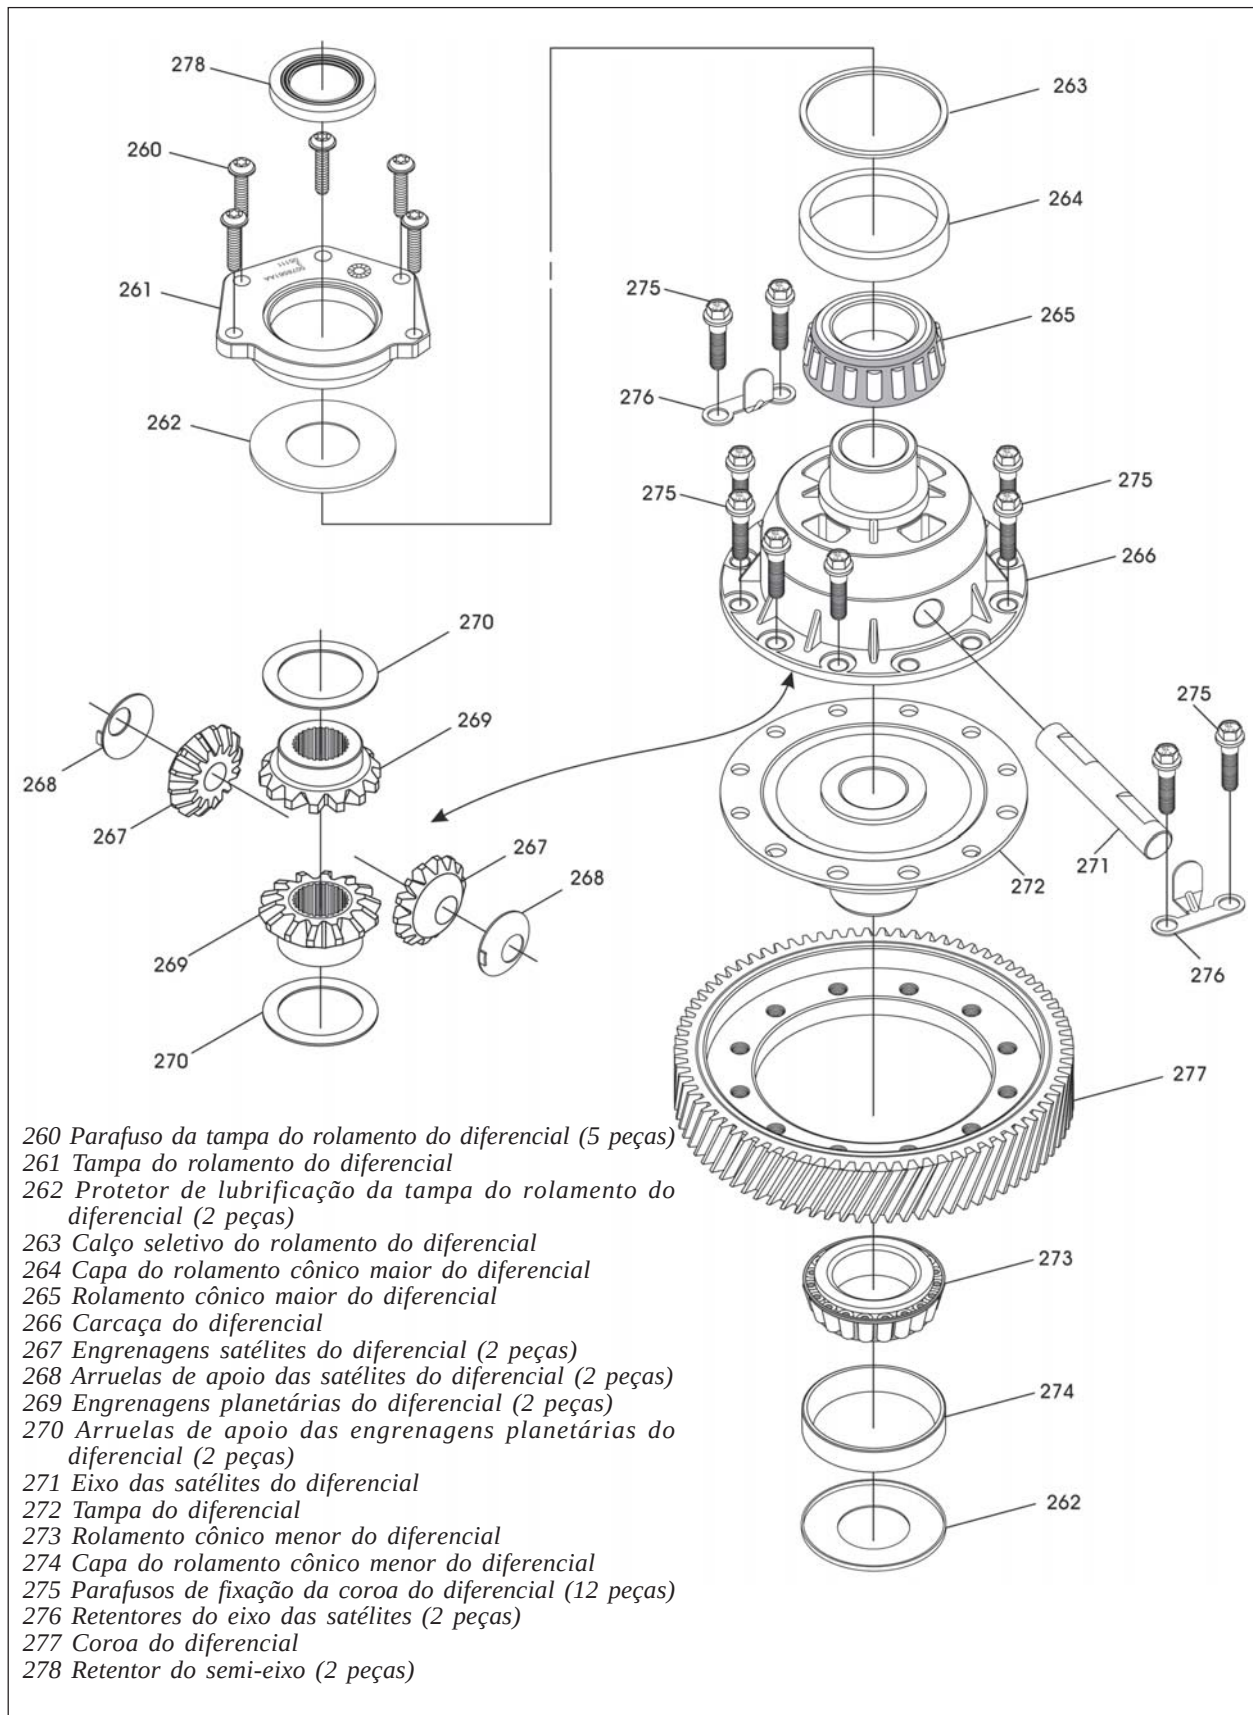

Figura 97
12. Desmonte o conjunto do diferencial utilizando a figura 97 como guia.
17. Instale uma planetária e arruela na carcaça do diferencial, utilizando a figura 97 como guia.
18. Instale ambas as satélites e arruelas na carcaça do diferencial, orientando ao mesmo tempo as orelhas posicionadoras com a abertura na carcaça (Veja figura 97).
19. Instale o eixo das satélites nas engrenagens utilizando a figura 97 como guia.
20. Instale a planetária restante e sua arruela conforme mostra a figura 97.
21. Instale a tampa do diferencial no topo da carcaça ao mesmo tempo em que alinha seus furos (Veja figura 97).
22. Instale a coroa na carcaça do diferencial, conforme indica a mesma figura 97.
23. Instale os doze parafusos de fixação junto com os retentores do eixo das satélites, conforme mostra a figura 97, utilizando travante químico Loc-Tite® vermelho em todos os parafusos da coroa.